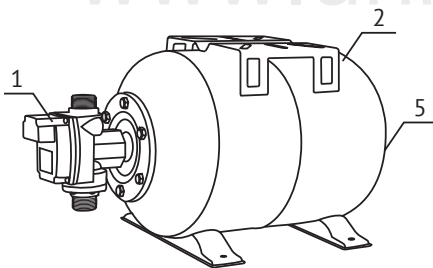

рис. 2
Комплект автоматики ТУРБМ-М3-24 (рис. 2) состоит из блока управления (1) и гидроаккумулятора емкостью 24л (2). На корпусе гидроаккумулятора расположен ниппель для регулирования давления воздуха - (5).